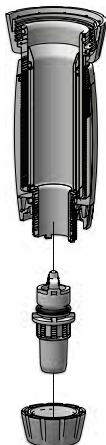

Fig. 25
- Dévisser l'écrou de verrouillage du clapet d'aspiration (**Fig.25**).